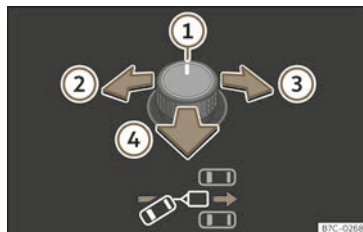
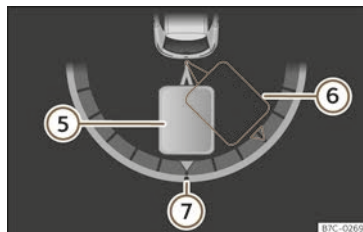

Abb. 165 Drehknot für die Außenspiegel: Ausrichtung des Anhängers einstellen.
Abb. 166 Bildschirm des Kombi-Instruments: Rückwärtsfahren.
Legende zu >>> (Abb. 165) , >>> (Abb. 166):
- Drehknot kippen, bis die gewünschte Richtung erreicht ist >>> (Abb. 165). Am Bildschirm des Kombi-Instruments erscheint zur Orientierung eine Darstellung des Gespanns in der aktuellen Position >>> (Abb. 166).